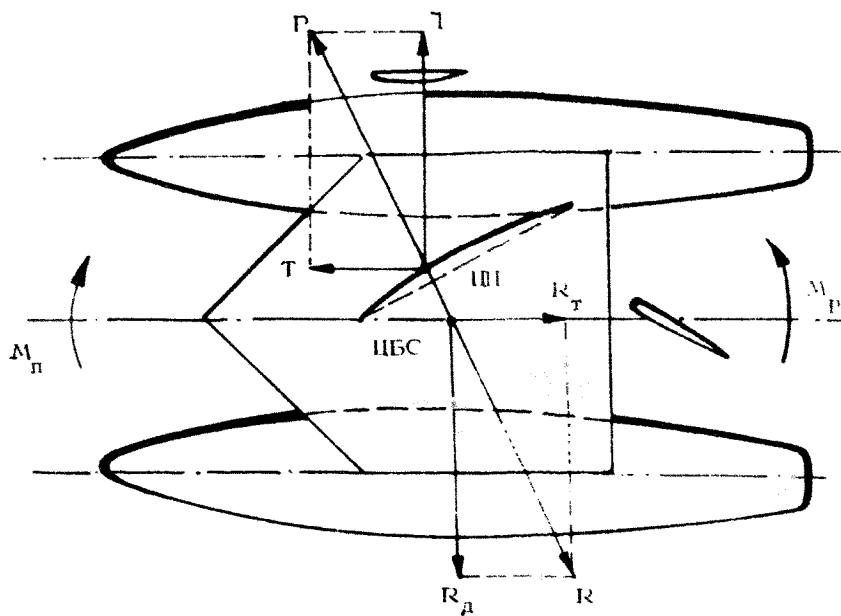

Рис. 19. Силы, действующие на катамаран
4.1. Силы, действующие на катамаран (рис. 19).
Из рис. 19 ясно, что чем больше будет сила тяги T , тем быстрее будет двигаться катамаран. Величина силы тяги T зависит от качества паруса. Качество паруса определяется двумя параметрами:
Устойчивость КМ на курсе определяется соотношением сил, уводящих судно с курса и восстанавливающих его на курс (рис. 19). Соотношение сил D и R_d может быть таким, что возникнет момент M_{π} , отклоняющий судно с курса. Тогда рулевой, отклонив руль, создает момент M_r , который будет приводить КМ на курс. При равенстве M_{π} и M_r судно будет устойчиво, если нет внешних возмущений, идти на заданном курсе.